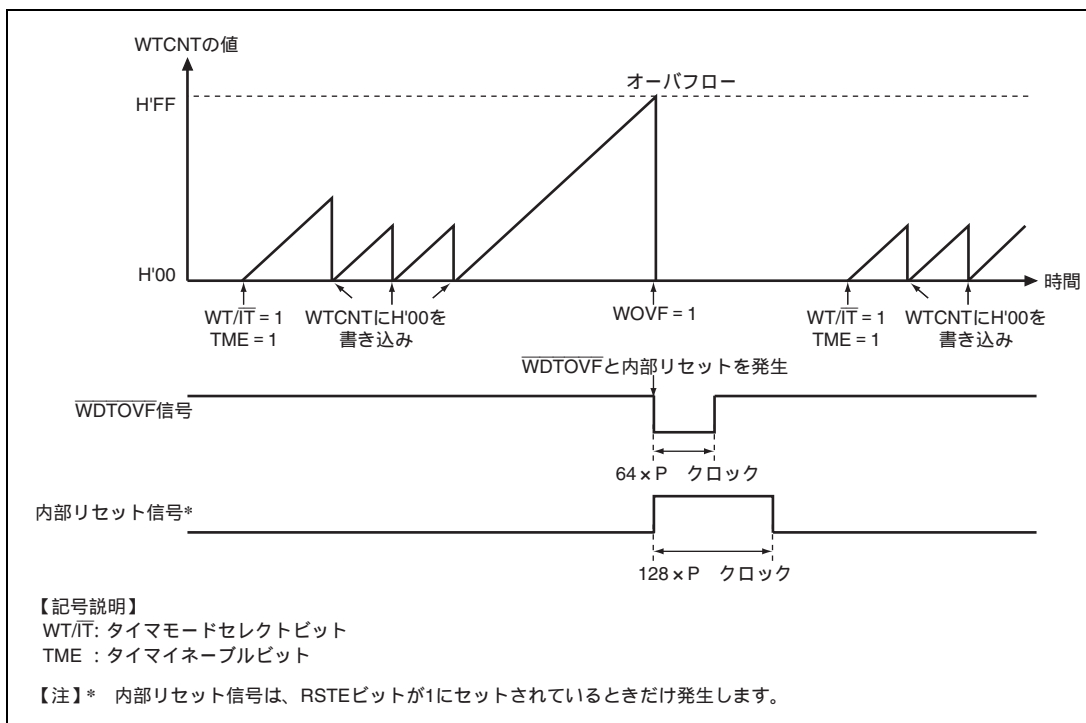

図 14.4 ウォッチドッグタイマモード時の動作
3. ウォッチドッグタイマモードで動作中は、カウンタがオーバーフローしないように定期的にカウンタを H'00 に書き換えてください。カウンタがオーバーフローすると、WDT は WRCSR の WOVF を 1 にセットして、 $\overline{\text{WDTOVF}}$ 信号が外部に出力されます。これを図 14.4 に示します。この $\overline{\text{WDTOVF}}$ 信号を用いて、システムをリセットすることができます。 $\overline{\text{WDTOVF}}$ 信号は、 $64 \times P$ クロックの間出力されます。